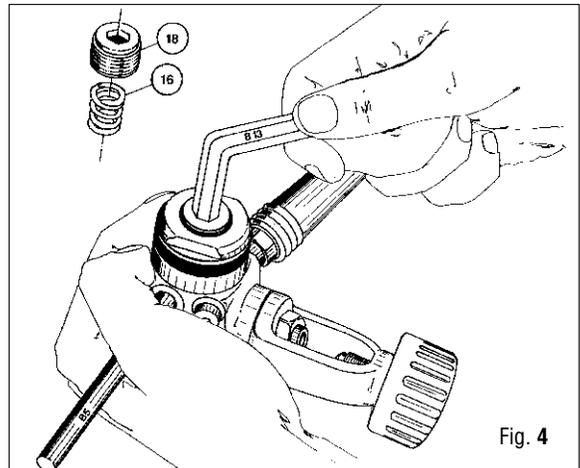

Fig. 4
9. Con la llave hexagonal (B-13), destornillar la tuerca de regulación (18) y extraer el muelle (16). (Fig. 4)